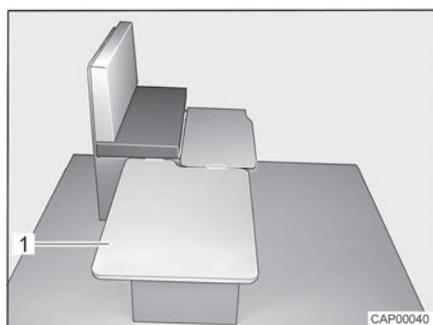

Fig. 54 Durante la transformación
- Enganchar la tabla de apoyo (Fig. 54,1) lateralmente en el banco y colocarla en la mesa.